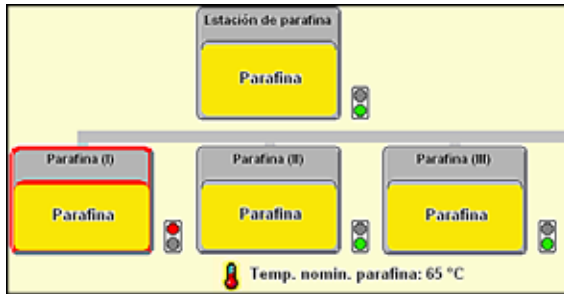

Fig. 42
- Cuando se extrae un baño de parafina, se indica mediante un borde rojo (fig. 42) y el semáforo situado junto al baño también se pone rojo. Todos los semáforos se ponen rojos, cuando no se alcanza la temperatura ajustada, o bien, todavía no ha concluido el tiempo de fusión.